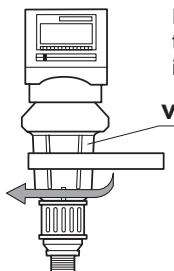

Fig.14
- b) **inlocuiti** paharul urmand instructiunile din fig. 14,15,17,17.